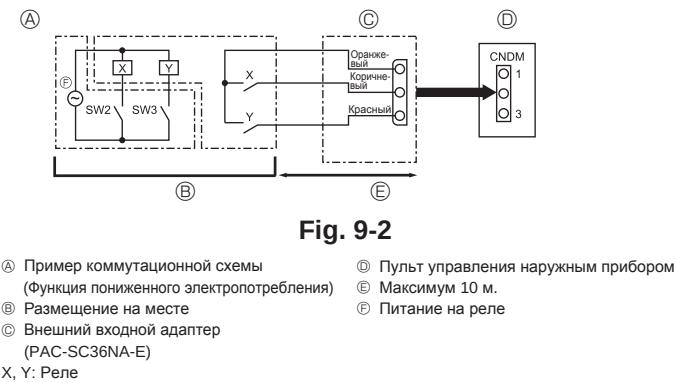

Fig. 9-2
9.2. Функция пониженного электропотребления (модификация “на месте”) (Fig. 9-2) (только для кондиционеров)